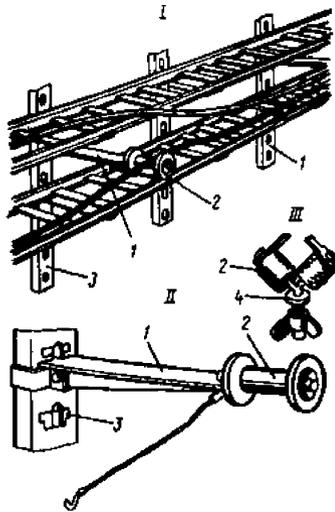

Рис.11
Распространенным способом прокладки проводов и кабелей на лотках является предварительная раскатка их по специальным роликам 2, проложенным вдоль лотков (1), и перекладка непосредственно на лотки. Ролики устанавливают на кронштейнах 1(II), закрепляемых на тех же конструкциях 3, что и лотки, на расстоянии не более 10 м друг от друга на прямом участке, а также на концах, поворотах, подъемах и спусках. Применяют ролики в виде приспособления с барашком 4 (III), с помощью которого их закрепляют. Протяжку проводов и кабелей вдоль лотковой магистрали выполняют лебедкой или вручную (рис.11).